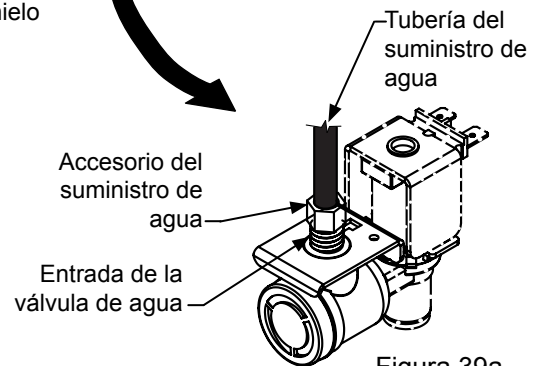
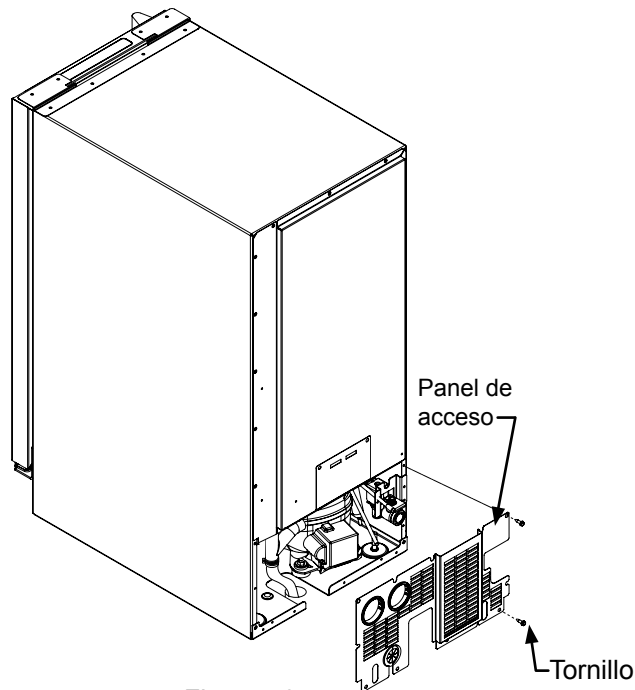

Figura 39a
Figura 40
2. Desconecte el accesorio de conexión del suministro de agua en la entrada de la válvula de agua (vea la Figura 39a).
3. Cambie el control electrónico al modo de limpieza (CLEAN) durante aproximadamente un (1) minuto. Esto energizará y abrirá la válvula de agua, y eliminará la mayor parte del agua de la válvula de agua y de la tubería de agua entre la salida de la válvula de agua y el depósito.
6. Desmonte la tapa de acceso de la parte posterior de la máquina de hielo (vea la Figura 40).